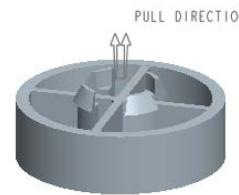

图 18.3 参考件组装完成后
Step4. 在“布局”对话框的 **布局** 区域中单击 **单一** 单选项，在“布局”对话框中单击 **预览** 按钮，单击 **确定** 按钮；单击 **Done/Return (完成/返回)** 命令，结果如图 18.3 所示。